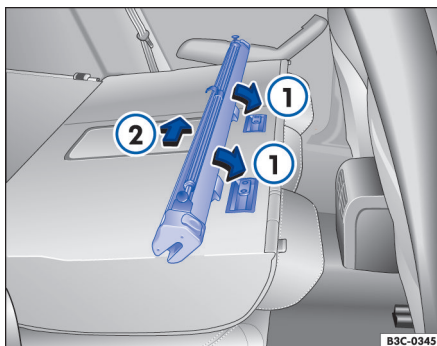

Fig. 162 Instalar a rede de separação nos encostos do banco traseiro.
- Coloque a carcaça da rede nos rebaxamentos das guias de sujeição → Fig. 162 ①.
- Empurre a carcaça da rede para o lado esquerdo do veículo, no sentido da seta, por completo → Fig. 162 ②.
- Empurre a carcaça da rede cerca de 5 cm no sentido contrário ao da seta → Fig. 162 ②.
- Extraia a carcaça da rede fora das guias de sujeição → Fig. 162 ①.